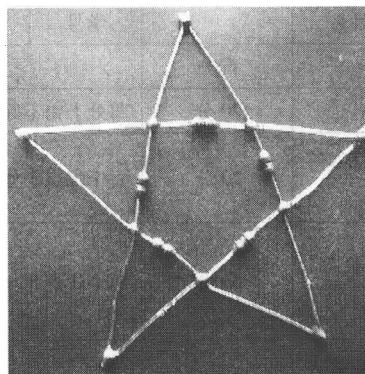

图 1-12 用杂电阻焊接的五角星
(1) 平面图形焊接,对元件引脚需要在焊接处上锡,用五只杂电阻焊接一个五角星,如图 1-12 所示。